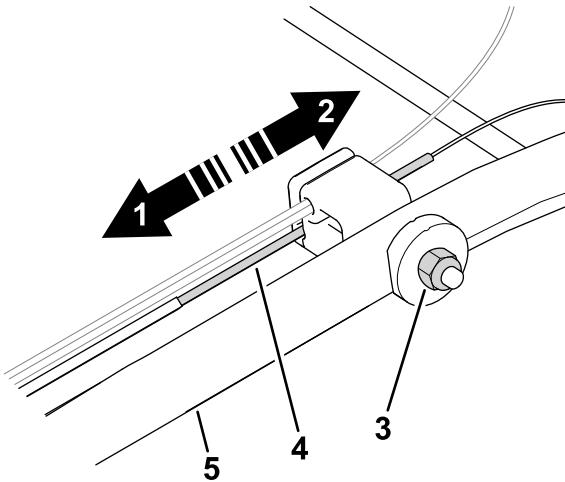

図 26
1. 調整ナットを左に回してケーブルの調整をゆるめる図 26。
2. ケーブル図 26を押し引きして適当な位置に調整できたら、その位置に保持する。